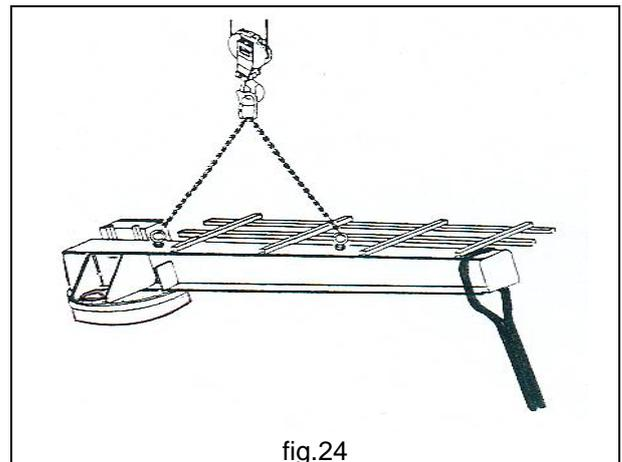

fig.24
4. Éviter les oscillations et les pendules et, si nécessaire, utiliser une corde ou une corde attachée à l'extrémité du bras pour maintenir l'équilibre. (fig.24)